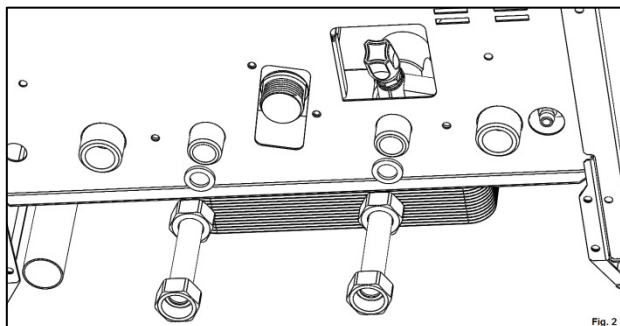

Fig. 2
2. Se montează țevile A pe racordurile G1/2 ale unității, împreună cu 2 garnituri B, prin strângerea piulițelor până la asigurarea unei etanșări corespunzătoare (30Nm). (Fig. 2)